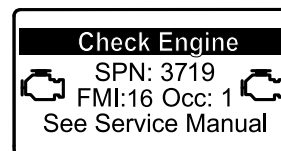

Figura 41
- Se è necessaria una rigenerazione parcheggiata, viene visualizzata un'avvertenza motore nell'InfoCenter SPN 3719, FMI 16 (Figura 41) e il computer riduce la potenza del motore all'85%.